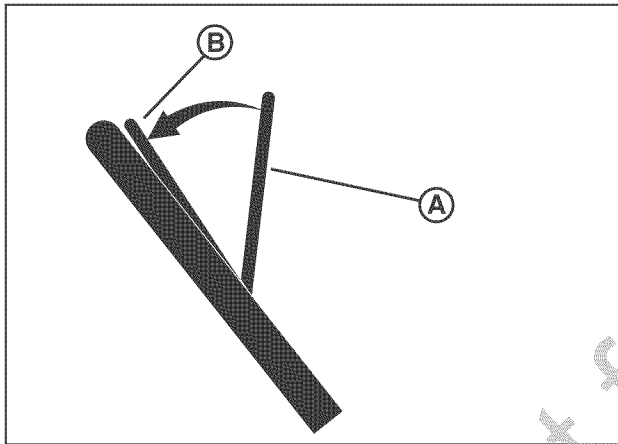

Figure 12: Faire fonctionner le levier d'arrêt du moteur
Relâcher le levier d'arrêt du moteur (A, Figure 12) et le moteur et la lame s'arrêteront automatiquement. Pour démarrer le moteur, maintenir le levier d'arrêt du moteur sur la position Fonctionnement (B).
1. Maintenir le levier d'arrêt A, Figure 12) du moteur sur la position Fonctionnement (B).